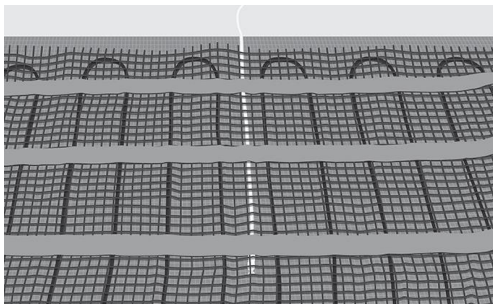

Fig. 7. Placer røret/føleren mellem kablerne
11. Placer og fastgør tomrøret eller gulvføleren. Sørg for at placere røret/føleren mellem to varmekabler (fig. 7) og forsegl enden af røret.